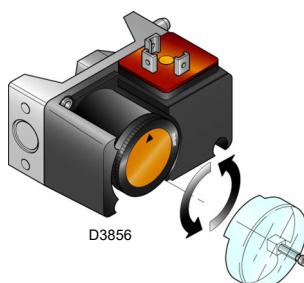

Abb. 23
- Regeln Sie den Maximal-Gasdruckwächter (Abb. 23) auf das Skalenende.